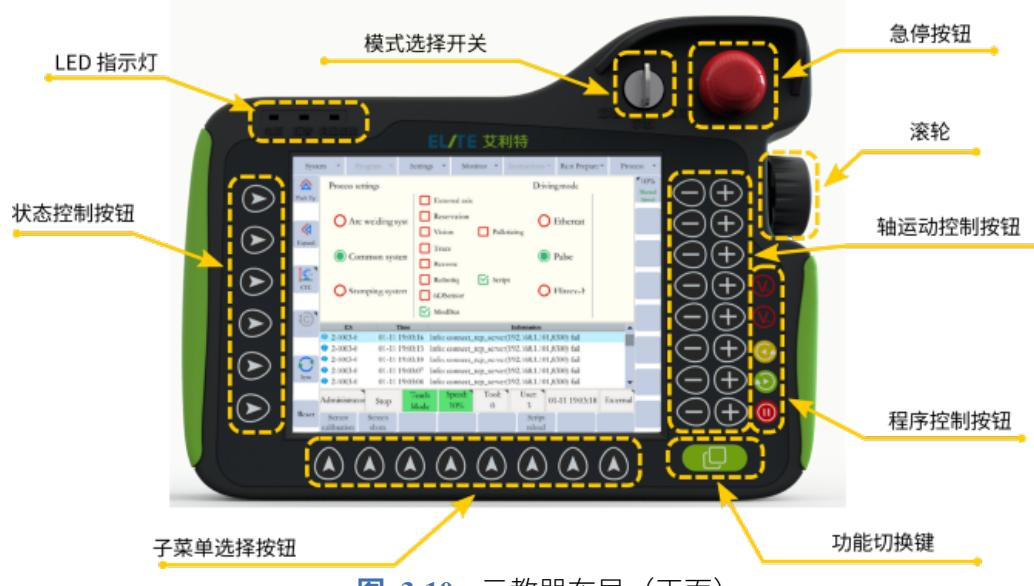

图 3-10：示教器布局（正面）
示教器的正面及其显示屏和按钮如图 3-10 所示。
机器人上电前，请确保所有线缆均已正确连接并且控制箱已插入合适的电源。找到控制箱上的电源开关。将提供的钥匙插入电源开关并将开关转到打开位置。当用户准备关闭系统电源时，首先将示教模式（图 3-10）开关从自动（PLAY）或远程（REMOTE）转到示教（TEACH）以结束当前程序。当机器人完全停止时，将控制箱上的电源开关转到关闭位置。
5. 按下所需轴运动按钮的 +/- 按钮 (图 3-10)
当用户准备关闭系统电源时，首先将示教器上的模式（图 3-10）开关从 PLAY 或 REMOTE 转到 TEACH 以结束当前程序。